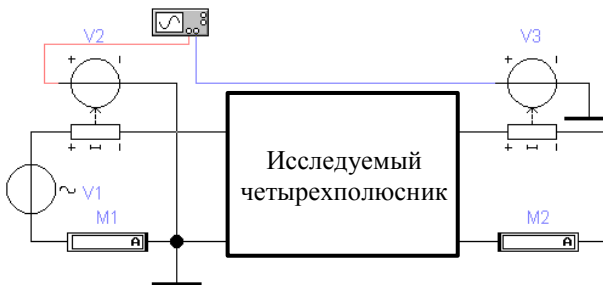

Рис. 8
3.7. Соберите схему для измерения параметра A_{22} четырехполюсника (рис. 8).